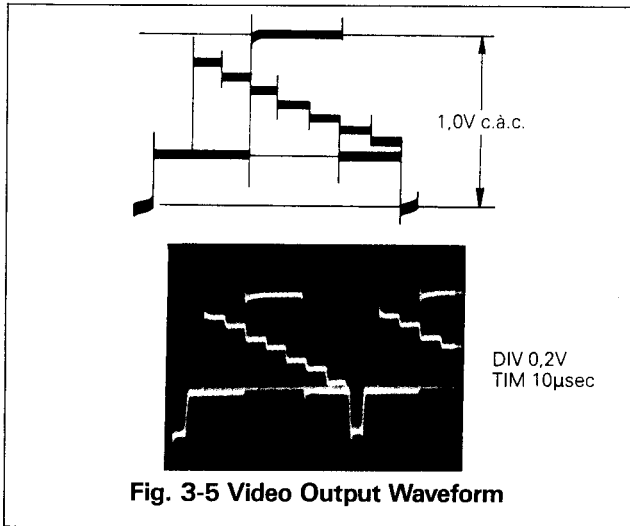

Fig. 3-5 Video Output Waveform
- Régler VR2A5 (NIV. LEC) pour obtenir un signal video de 1.0V c.à.c. (Fig. 3-5)